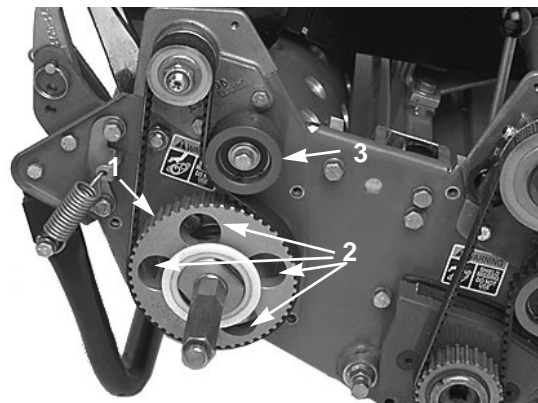

Fig. 3.
6. Girare la puleggia motrice fin quando i fori non sono allineati con le viti della flangia del cuscinetto a rulli (4) (Fig. 3).